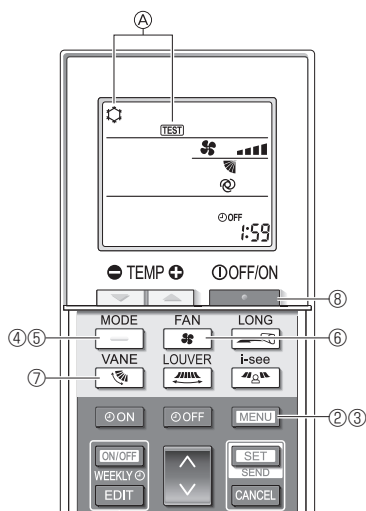

Fig. 7-5
- Pulse el botón **MENU** durante 5 segundos. (Fig. 7-5) (Realice esta operación con la pantalla del mando a distancia apagada).
- Pulse el botón **MENU**. En pantalla se visualiza **A [TEST]** (PRUEBA) y el modo actual de funcionamiento. (Fig. 7-5)